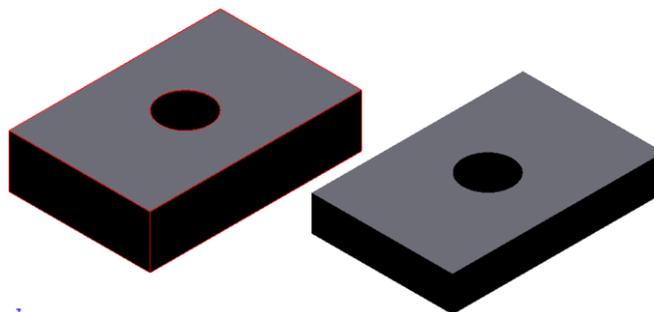

Рис. 39. Вставка второй детали
2. Для помещения второй детали в рабочую среду «Сборка» повторите те же действия, что и с первой пластиной. В качестве детали выберите «Пластину 2» и расположите ее рядом с первой (рис. 39).